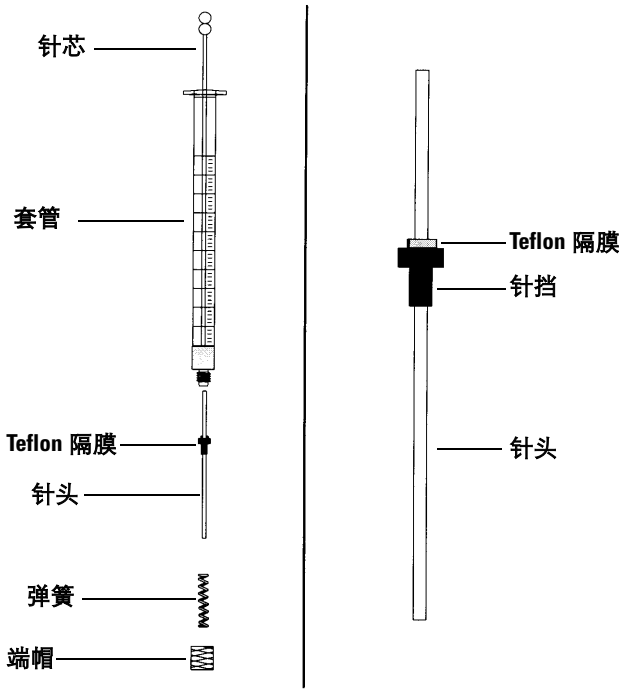

图 43 注射器部件
将针头插入注射器套管（图 43）：
- 2 确保针头上有 Teflon® 隔膜，如图 43 所示。如果注射器套管上没有 Teflon® 隔膜，请按照注射器盒内的说明书自行缠绕针头。